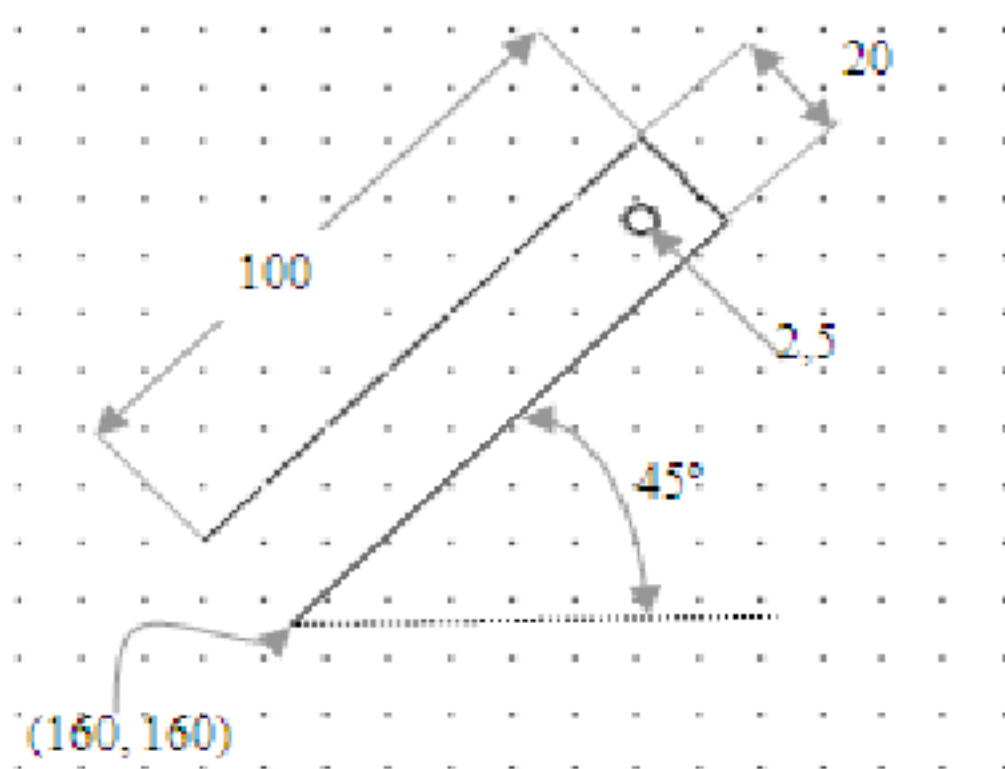

Рис. 1
3. Вызовите команду *Линия (Line)* в панели инструментов и постройте три отрезка, образующие фрагмент крестовины (рис. 1). Начните работу в точке с заданными координатами (160, 160) и используйте режим *Полярная привязка*.